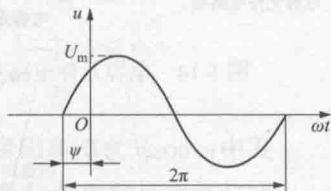

图 1-11 正弦电压相位波形图
2) 初相 ψ 。正弦电压 $U = U_m \sin(\omega t + \psi)$ ，相位 $\alpha = \omega t + \psi$ 在初始时刻 ($t=0$) 的取值即为 ψ 。因此 ψ 称为正弦量的初相位或初相角，简称初相， ψ 反映正弦量在初始时刻的情况 (取值大小、符号及变化趋势)。 ψ 的单位也是 rad (弧度)，但也常用 $^\circ$ (度) 表示。正弦电压相位波形图如图 1-11 所示。